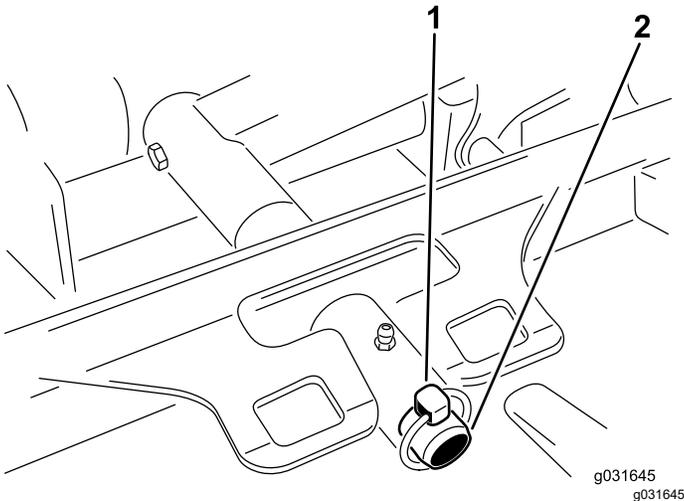

Figura 66
3. Retire el pasador de seguridad o la tuerca de retención que sujeta el bastidor de tiro de la carcasa a la barra de giro del brazo de elevación (Figura 66).
3. Desplace el bastidor de tiro de la carcasa sobre la barra de giro del brazo de elevación y fíjelo con el pasador de seguridad o la tuerca de retención (Figura 66).